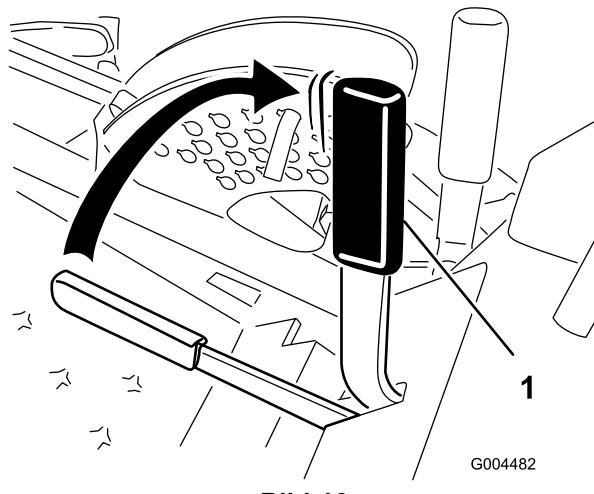

Bild 16
2. Ziehen Sie den Feststellbremshebel nach hinten und oben, um die Feststellbremse zu aktivieren (Bild 16). Der Feststellbremshebel muss fest in der aktivierte Stellung bleiben.
Drücken Sie den Feststellbremsshebel nach vorne und unten, um die Feststellbremse zu lösen (Bild 16).